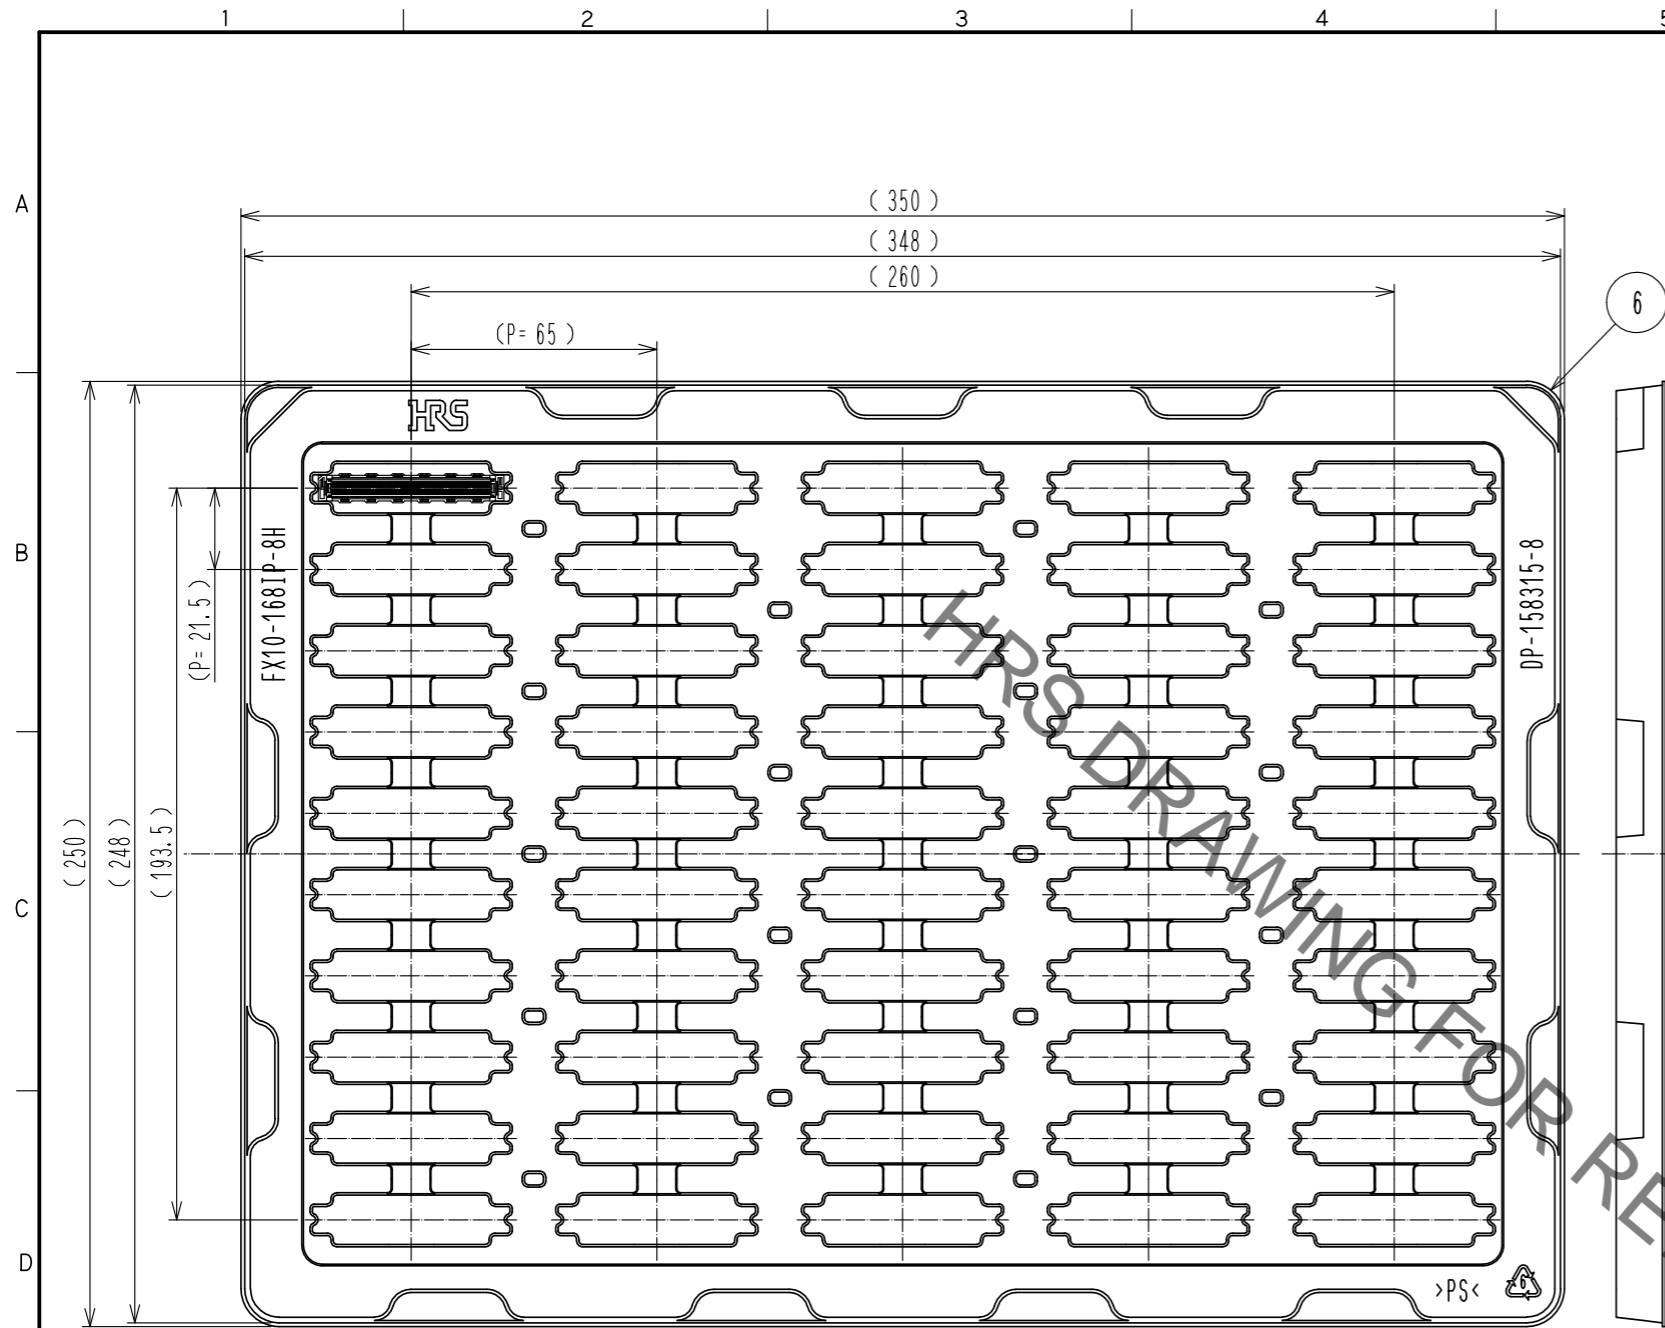

Fig. 3 梱包状態図 (1:2) ◀6
- ⑤ ロットNo.は、図示の位置になります。
- ⑥ 本製品は1ソフトトレイに50個入りとなります。詳細はFig.3を参照ください。